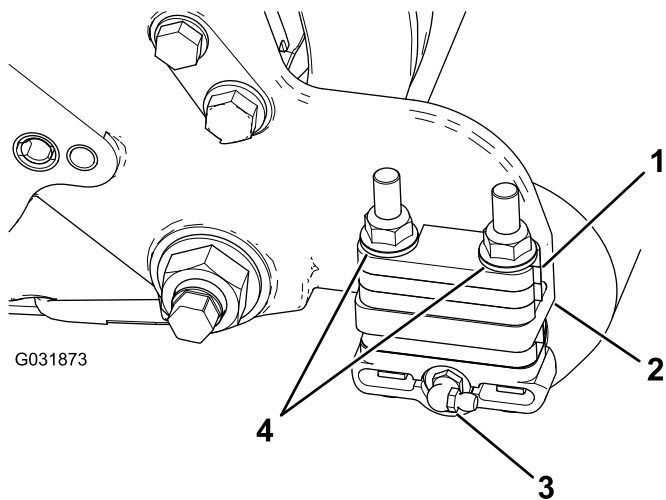

Figura 7
1. Retire el engrasador del rodillo del lateral de la unidad de corte donde está situado el alojamiento del cepillo del rodillo (Figura 7).
3. Retire las 2 contratuercas con arandela prensada que sujetan cada soporte de rodillo a las chapas laterales (Figura 7).